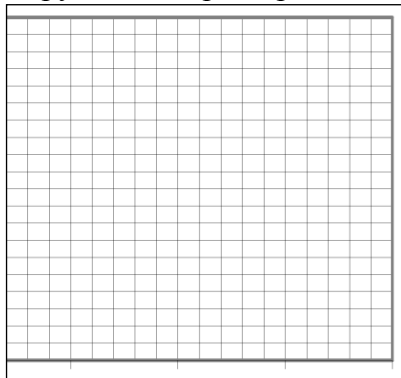

Рис. 1. ВАХ стабилитрона
2. ВАХ стабилитрона постройте по точкам на сетке, самостоятельно выбрав масштаб (рис. 1)